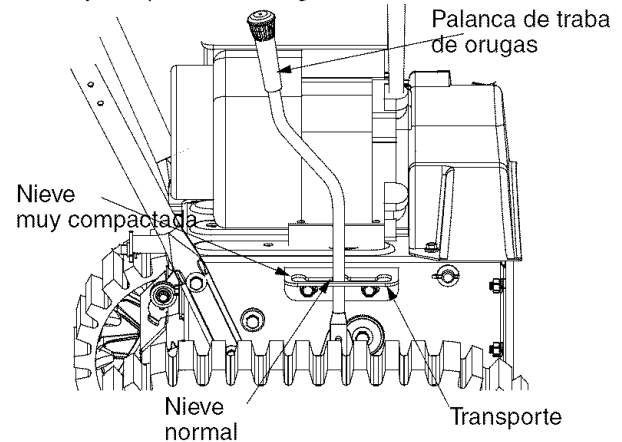

Figura 11
2. Mueva la palanca de cambios hacia adelante a la posición seis (6).
3. Mueva la palanca de transferencia de peso a la posición de transporte (se muestra en la Figura 11) y la palanca de cambio hacia delante completamente, hasta la sexta (6) posición.
La palanca de traba de las orugas está situada en el lado derecho de la máquina quitanieve, y se utiliza para seleccionar la posición de la caja de la barrena y el método de operación de las orugas. Mueva la palanca a la derecha, y luego hacia delante o hacia atrás, a una de las tres posiciones que se describen a continuación. Vea la Figura 11.